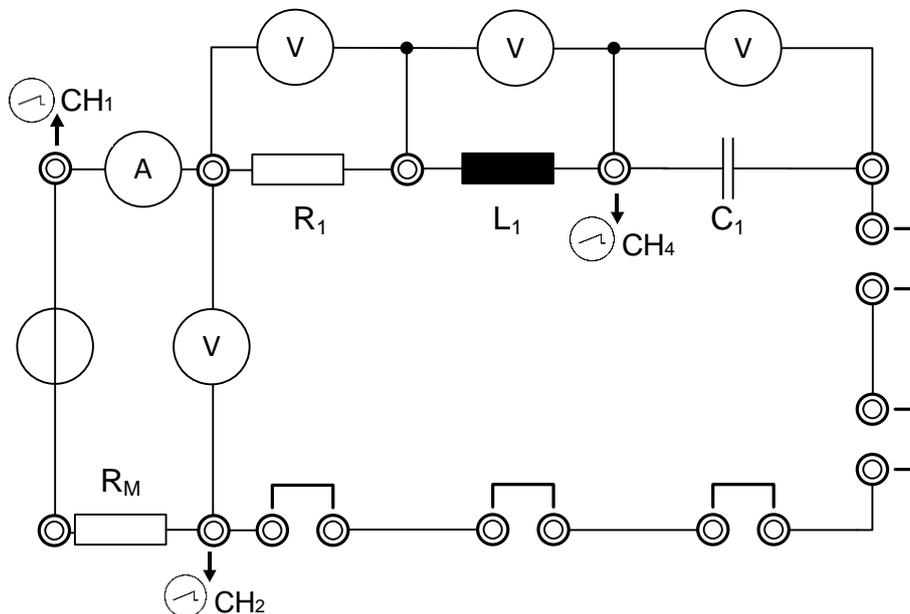

Bild 1
Experimentierplatte nach Bild 1
Unter Nutzung der Steckschablone ist die Schaltung (Bild 1) zu realisieren !
4.2.1 Bauen sie den unter 3.1 berechneten Reihenresonanzkreis entsprechend der Schaltung der Experimentierplatte (Bild 1) auf und überprüfen